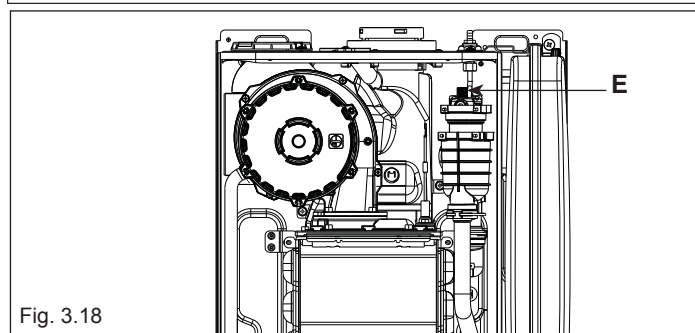

Fig. 3.18
- abrir el grifo de llenado (C) hasta que la presión indicada por el hidrómetro esté comprendida entre 1 y 1,5 bares (fig. 3.18)